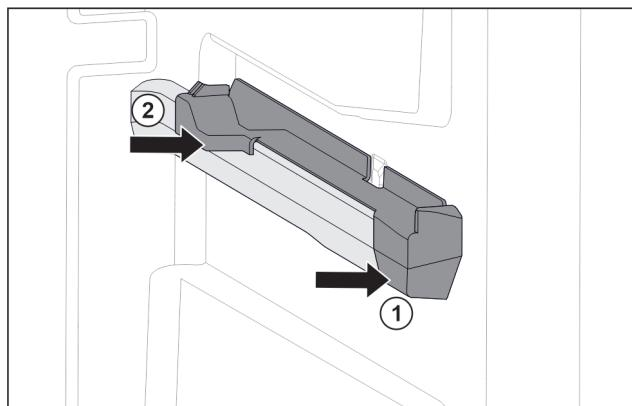

Fig. 81 Násuvný diel na pravom rebre nádoby
- Nasadte násuvný diel vpred na rebro nádoby. Fig. 81 (1)
► Pritlačte násuvný diel vzadu. Fig. 81 (2)